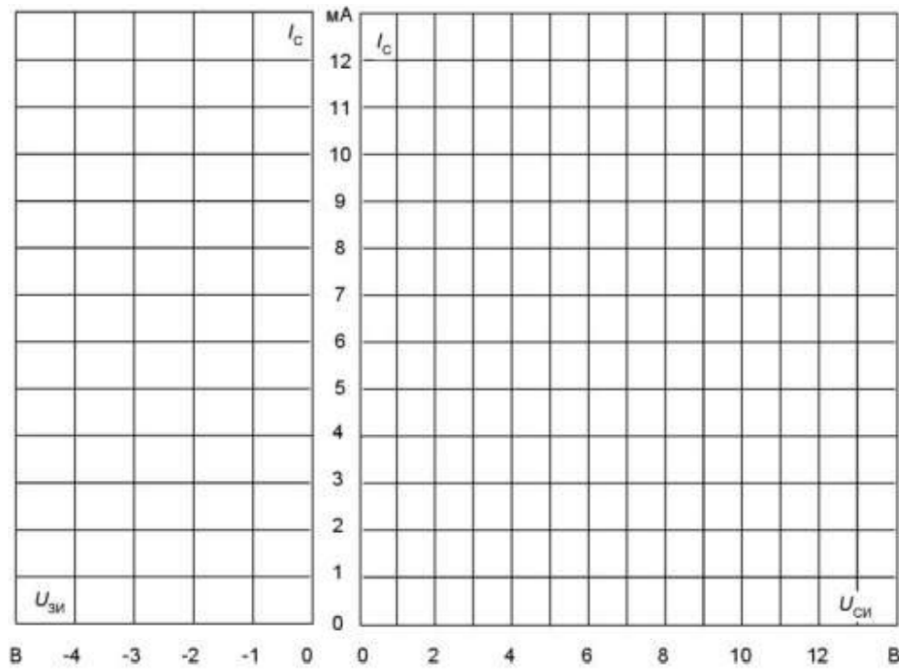

Рисунок 1.5
6) Постройте график стоко-затворной характеристики (рисунок 1.5) и определите крутизну: